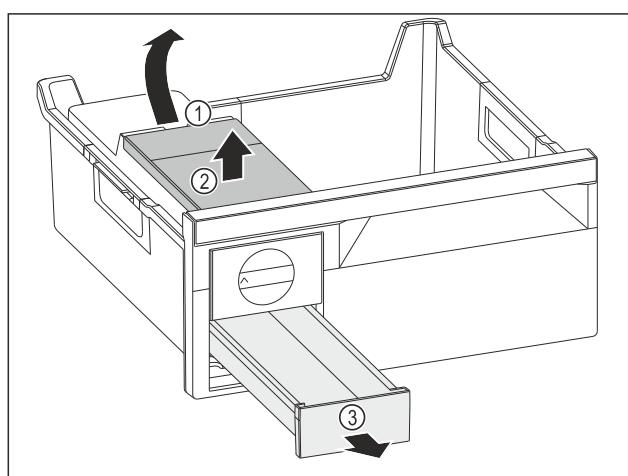

Fig. 81
- Scoaterea rezervorului de apă: Ridicați rezervorul de apă de la degajare Fig. 81 (1).
- Scoateți rezervorul de apă Fig. 81 (2) în sus.
- Scoateți sertarul pentru cuburi de gheătă Fig. 81 (3) spre înainte.